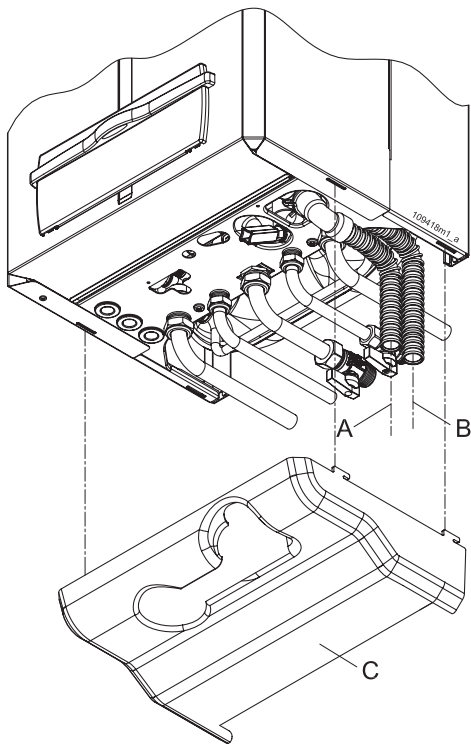
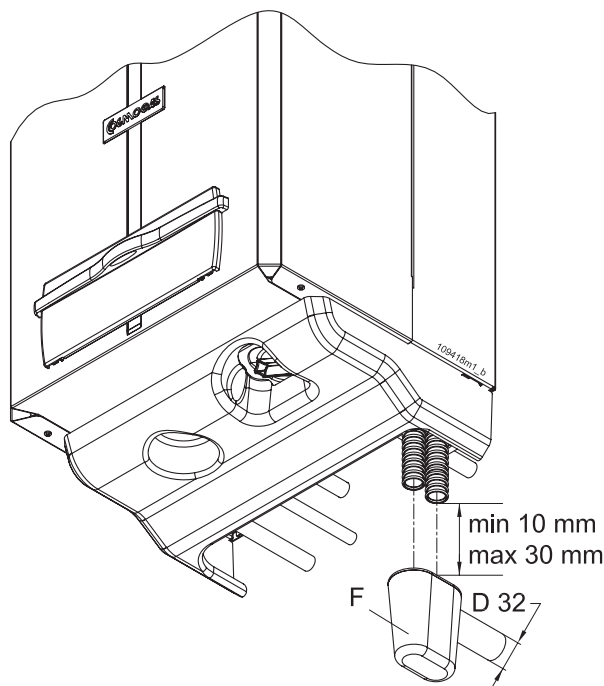

Figura 13 - Collegamento scarico valvola di sicurezza "A" (il tubo "A" non è fornito) e scarico condensa "B"
Figura 14 - Imbuto sifonato "F" (a richiesta)
La caldaia è predisposta all'interno di un sifone per l'evacuazione dei condensati (vedere figura 1 particolare 40) e per prevenire la fuoriuscita dei prodotti della combustione, la cui terminazione corrisponde al condotto "B" di cui alla figura 13. Tale terminazione deve essere convogliata in un ulteriore sifone antiodori (figura 14 particolare "F") in modo da prevenire il ritorno di cattivi odori in ambiente (il sifone antiodori "F" è fornito su richiesta). In particolare l'impianto di smaltimento delle condense deve:
- ☞ per locale ad uso abitativo e per locale ad uso ufficio con un numero di utenti superiore a 10, può essere collegato all'impianto di smaltimento reflui domestici a mezzo di opportuno sifone con disgiunzione atta a prevenire la pressurizzazione del sistema (sifone predisposto all'interno della caldaia) e a prevenire il ritorno di cattivi odori dalla fogna (particolare "F" di figura 14). Se il locale ad uso ufficio ha un numero di utenti inferiore a 10 prima del collegamento con lo scarico dei reflui domestici è opportuno un neutralizzatore di condense (vedere il capitolo 9 per il valore di acidità delle condense e per la quantità).
Lo scarico della valvola di sicurezza, deve essere collegato ad un tubo "A" (vedi figura 13) di diametro interno minimo di 13 mm; il tubo "A" deve poi essere portato al sifone antiodori (particolare "F" figura 14). Tale scarico con sifone è atto ad evitare sovrappressioni in caso di apertura della valvola e da modo all'utente di verificarne l'eventuale intervento.
Il tubo "A" di figura 13 non è fornito e il sifone antiodori "F" di figura 14 è a richiesta.